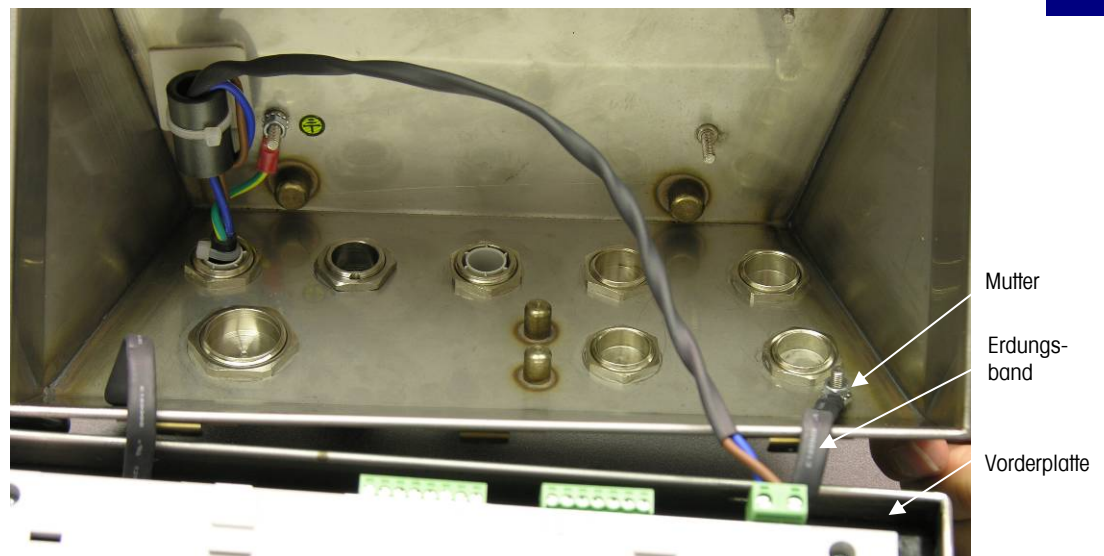

Abb. 2-9: Umdrehen der Abdeckung
- C. Die vordere Abdeckung vorsichtig um 180 Grad drehen und die beiden Erdungsbänder mit den zwei Muttern, die im vorherigen Schritt (siehe Abbildung 2-9) ausgebaut wurden, wieder an den beiden Bolzen neben den Kabelfüßen befestigen. Die zwei Muttern festziehen.